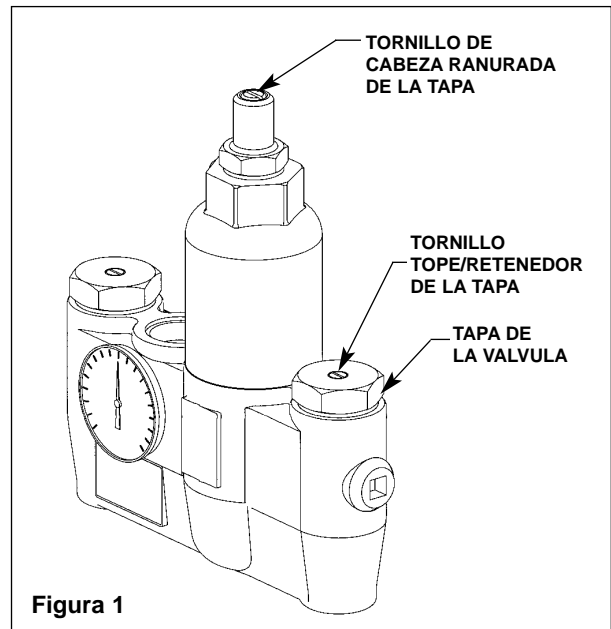

Figura 1
Nota: Cuando las válvulas de retención (cheque) están abiertas (en operación), el tornillo de la tapa para el vástago tope/retenedor estará al mismo nivel que la tapa de la válvula (vea Figura 1).
- asegúrese de que las válvulas de retención estén completamente abiertas (el vástago ranurado debe estar al mismo nivel que la tapa tope/retenedor) (vea Figura 1, página 21) y todas las válvulas de cierre de las entradas y salidas se encuentren abiertas